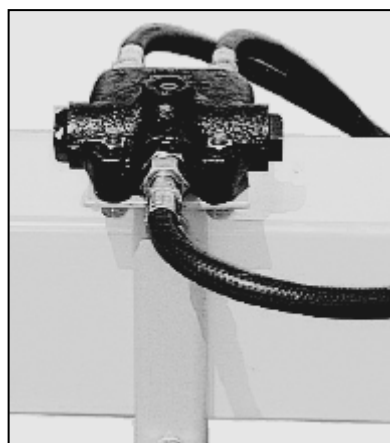

Fig. 2
- Montare la barra d'attacco (cat. 3) sui bracci di attacco del trattore e assemblare (fig. 2).
*Option valve de séquence* : cet accessoire (fig. 2) permet de commander les rayonneurs avec 1 seul distributeur simple effet.
*Optional sequence valve*: this accessory (fig. 2) allows the furrowers to be controlled with only 1 single action distributor.
*Option Sequenzventil*: dieses Zubehör (Abb. 2) ermöglicht die Steuerung der Furchenzieher mit nur einem einfachwirkenden Steuergerät.